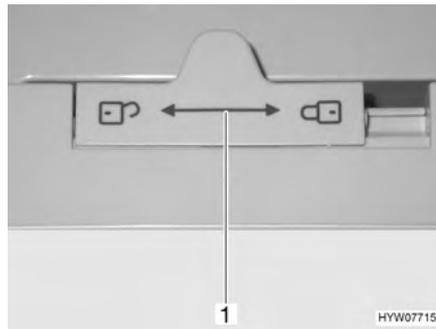

Bild 144 Verriegelung der Kühlschranktür (Dometic 7er-Reihe)
- Verriegelung (Bild 144,1) nach links "🔓" schieben.
- Verriegelung (Bild 144,1) ganz nach rechts "🔒" schieben.